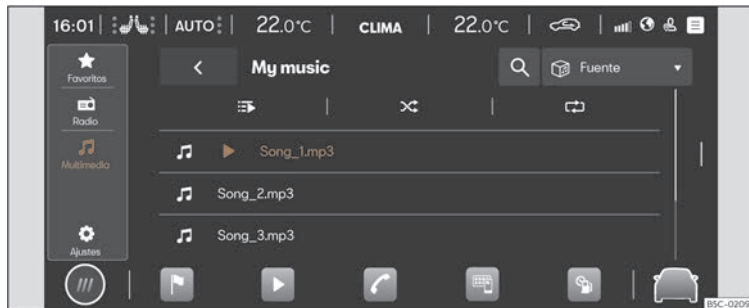

Fig. 167 Representación esquemática: Vista Multimedia.
- Prema **HOME** > ► > 🎵 >>> **fig. 167**.